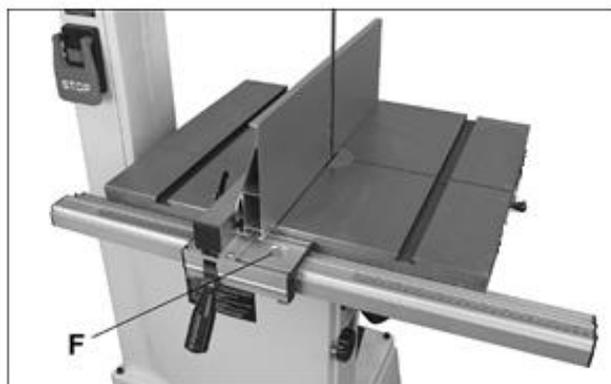

Рис. 19
10. Сдвиньте упор к полотну (не давите на полотно, чтобы его не отгибать). См. рис. 19.
13. Когда упор находится у полотна, проверьте, что указатель (F, Рис. 19) совпадает с нулем на шкале.